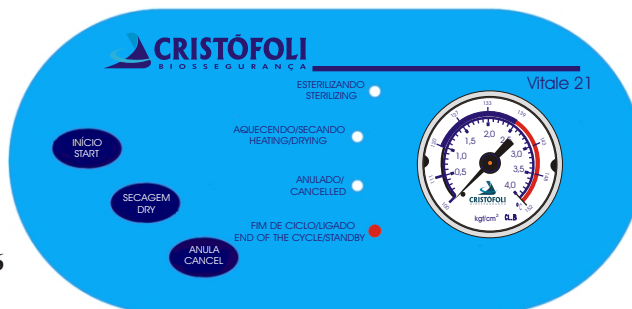

Fig.16
- g ► O ciclo de secagem é de 30 minutos. Ao final, a Autoclave soará 4 *beeps*, acendendo o LED "FIM DE CICLO" (Fig.16), o qual permanecerá piscando. Acione **ANULA CANCEL** para que o LED se estabilize em "LIGADO"